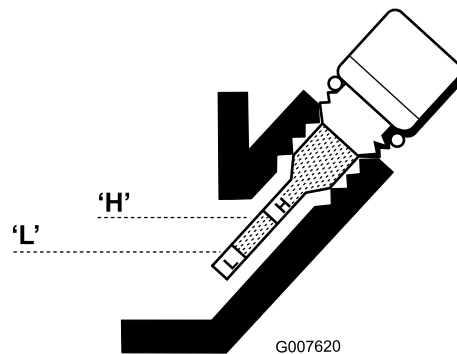

Bild 35
6. Füllen Sie bei niedrigem Ölstand so viel Öl ein, dass der Stand zwischen den H- und L-Markierungen am Peilstab liegt (Bild 35). Prüfen Sie den Ölstand.